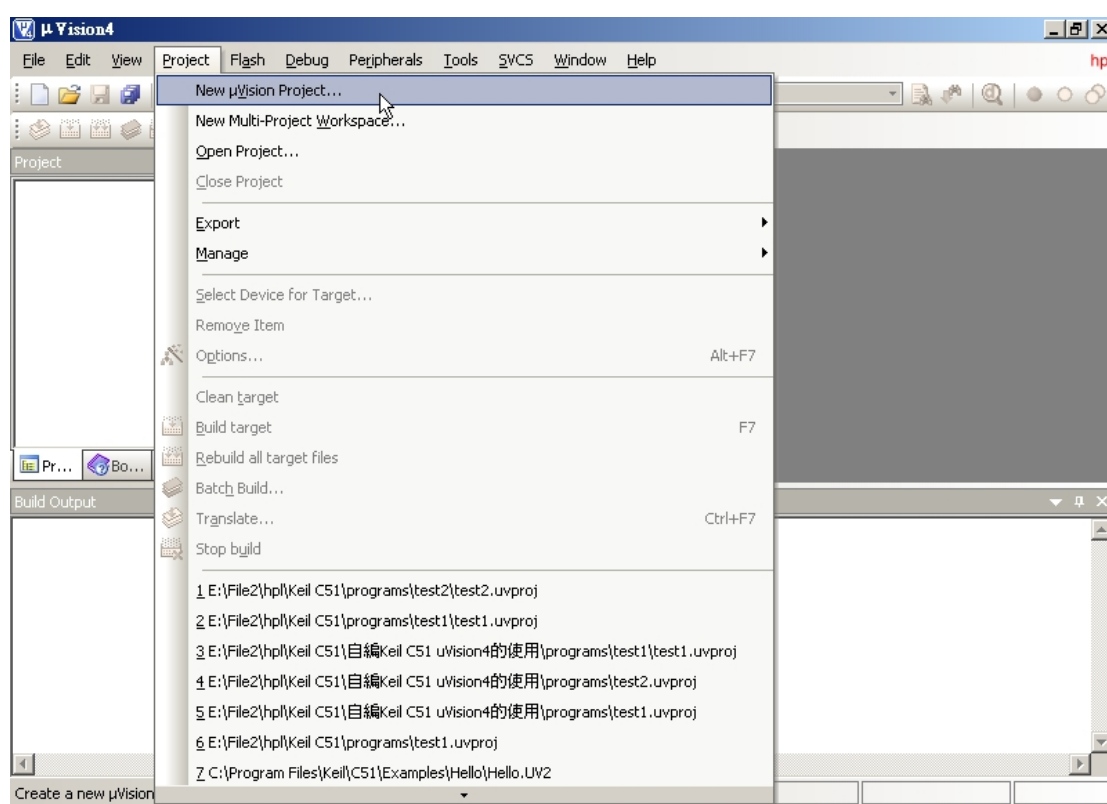
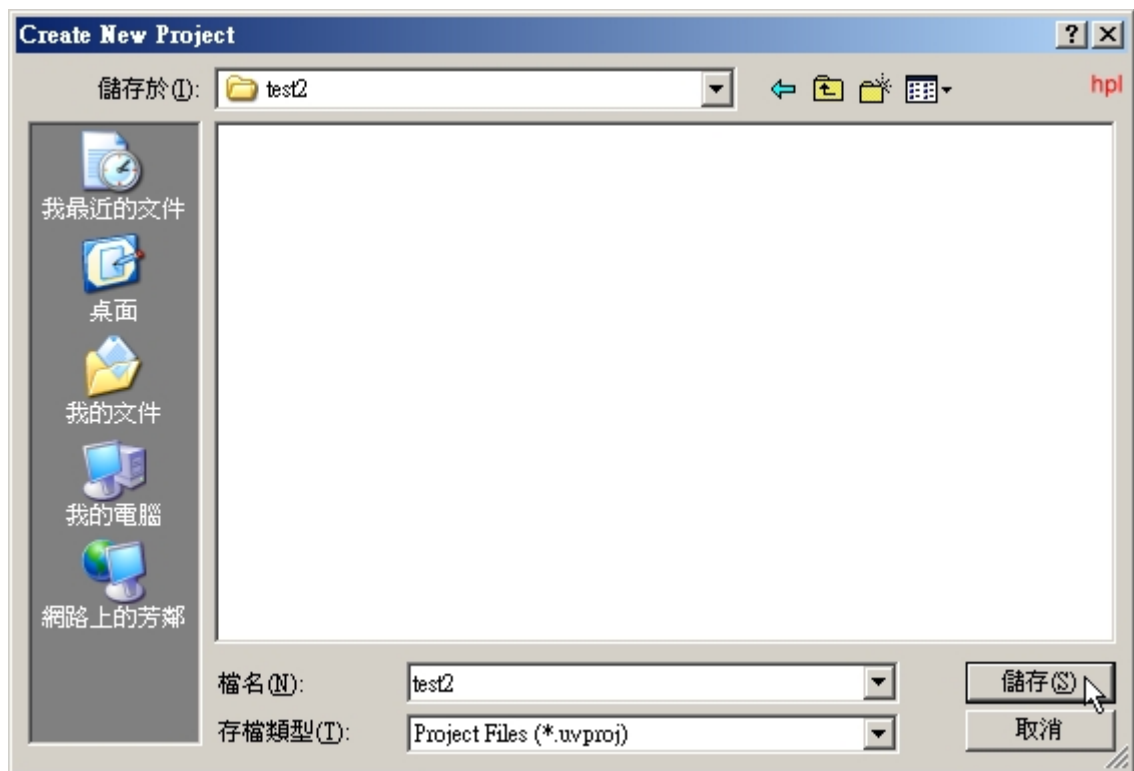

图 2-1 New μ Vision Project
图 2-2 New μ Vision Project 选单
(1) 点击 Project(专案)选单，选择弹出的下拉式选单中的“New μ Vision Project...”，如图 2-1。接着弹出一个标准 Windows 档案对话窗口，如图 2-2。在“储存于”中选择您要存放的资料夹，一个项目最好存在一个资料夹内，若此资料夹不存在，请先建立它，或按“建立新资料夹”按钮以建立新资料夹。在“档名”中输入您的第二个项目名称，这里我们用“test2”。“存档类型”为 uvproj，这是 Keil μ Vision4 项目档案预设的扩展名，以后只要直接点击此项目文件，即可打开此项目。